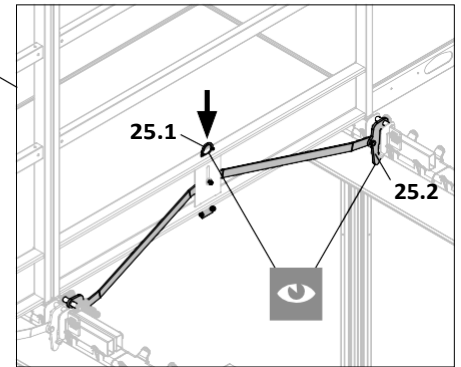
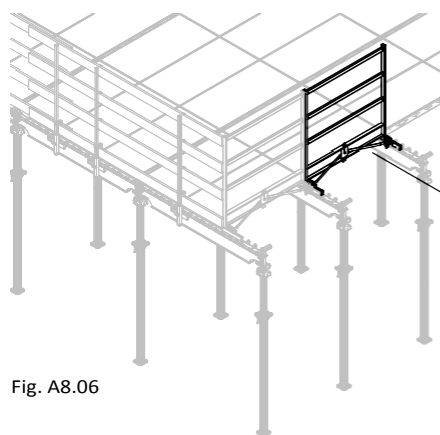

Fig. A8.05
Fig. A8.06
→ Скобата пада надолу. Куките се захващат и са обезопасени. Ако скобата не е напълно паднала, я натиснете (25.1) надолу, като стъпите върху нея. (Fig. A8.05) Устройството за парапета е монтирано. (Fig. A8.06)
- Куките обхващат ли зъбите на трегера? (Fig. A8.05)